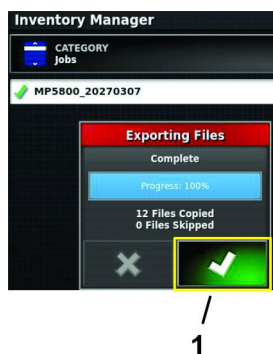

Рисунок 92
- В диалоговом окне экспорта файлов нажмите на значок подтверждения (Рисунок 92).